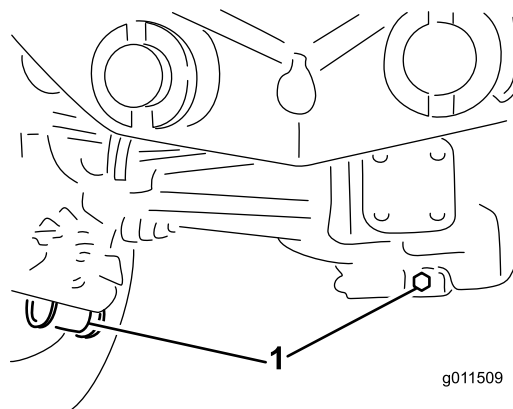

Рисунок 65
2. Очистите область вокруг трех пробок сливных отверстий, по одной на каждом конце и одной в центре (Рисунок 65).